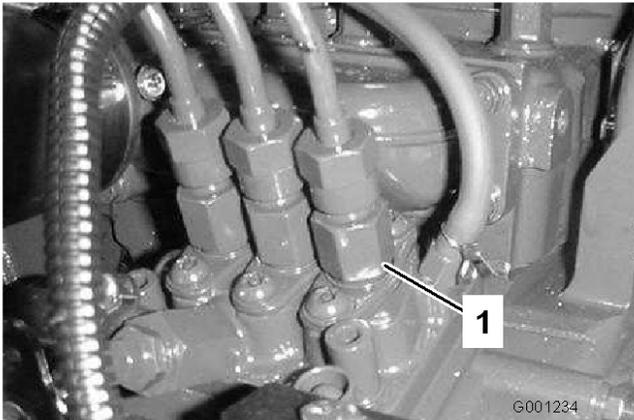

図 52
1. 燃料噴射ポンプの No.1インジェクタ・ノズル (図 52) へのパイプ接続部をゆるめる。